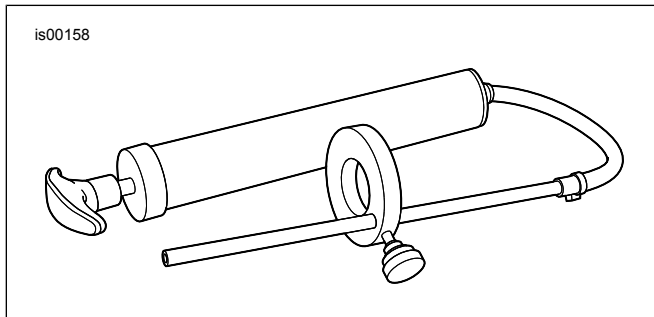

Figure 5. Jauge de niveau d'huile de fourche avant (HD-59000B)
- a. Voir Figure 5. Prendre la JAUGE DE NIVEAU D'HUILE DE FOURCHE AVANT (HD-59000B).